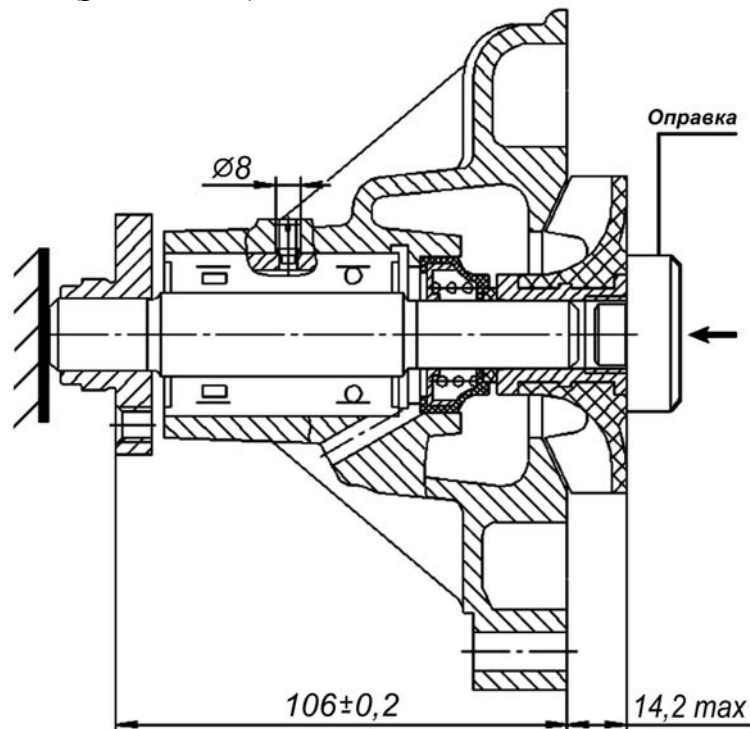

Рис.3.1.58. Напрессовка ступицы и крыльчатки насоса
– напрессовать на валик подшипника ступицу шкива насоса, выдержав размер $106,0 \pm 0,2$ мм (рис. 3.1.58);